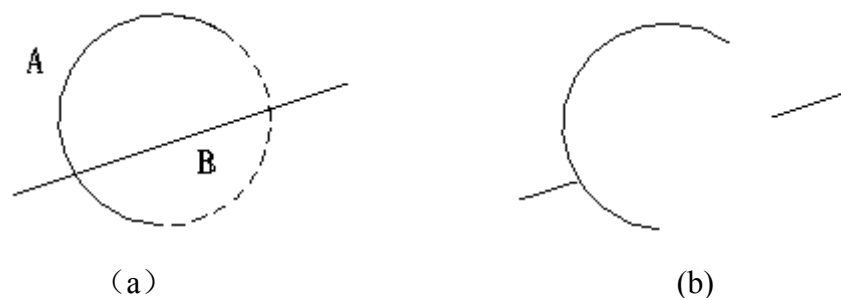

图 5-28 Trim 命令采用隐含边界
4) Trim 命令可以采用隐含边界, 如图 5-28 (a) 所示选择隐含边界 A, 结果如图 5-28(b)所示。